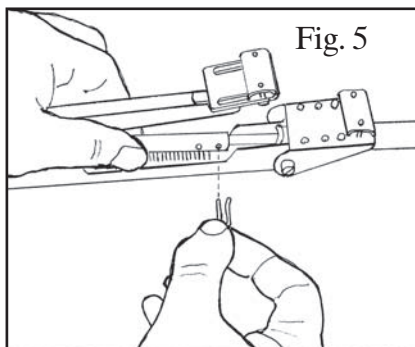

Fig. 5
3. Sæt stempelstangen (2) på cylinderen (1) ind i trykrøret (4), placer hullet i stempelstangen under hul A i trykrøret, og lås forbindelsen med den lille hårnåle split (5) – se Fig.5.